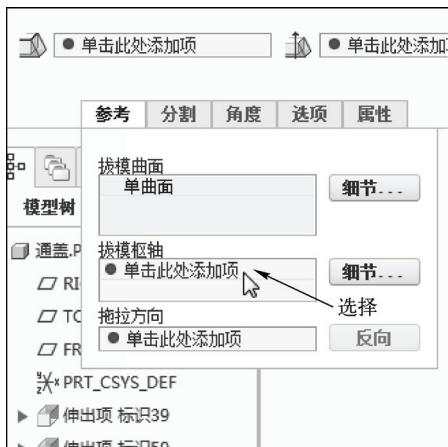

图 6-105 选择相应选项
STEP 04 单击“参考”按钮，打开“参考”下滑面板，在“拔模枢轴”列表框中，选择“单击此处添加项”选项，如图 6-105 所示。